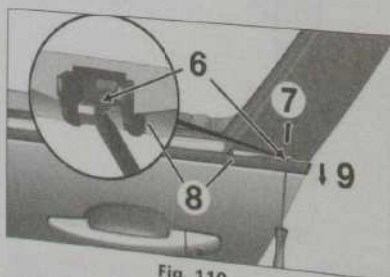

Fig. 110
- À l'aide d'un petit tournevis plat, dégrafer l'agrafe en (6) vers le haut (7) (Fig. 110).
- Dégager l'extrémité du joint lève-vitre extérieur (8) flèche (9).